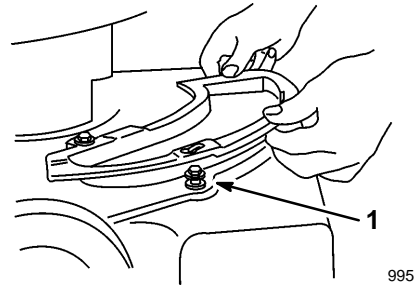

Figure 43
- Glisser la plaque d'obturation sur les boulons à embase (Fig. 43).